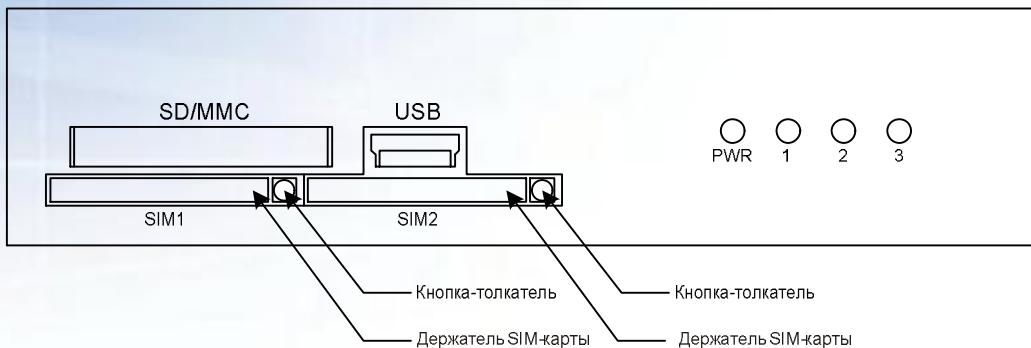

Рис. 5.1. Передняя панель терминала AMUR-GPS
- Через отверстие в передней панели корпуса тонким стержнем нажать кнопку-толкатель, находящуюся возле держателя SIM-карты (см. Рис. 5.1.). Держатель должен разблокировать кассету для установки SIM-карты и частично вытолкнуть ее наружу корпуса устройства.
На Рис. 5.1. изображена передняя панель, ее разъемы и индикация